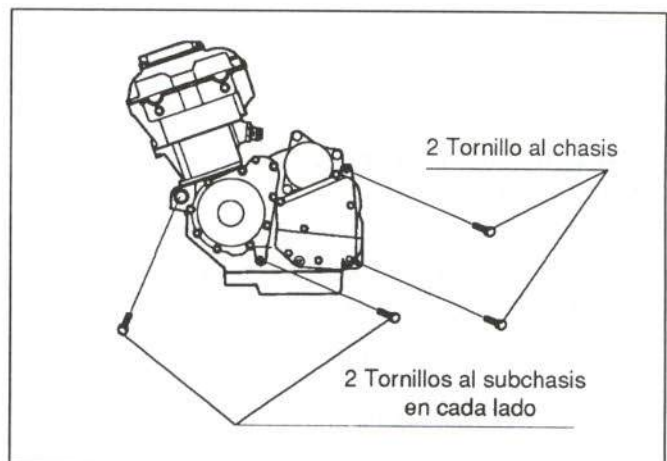

Figura 36.- Unión del motor
El motor va fijado de la forma que muestra la figura 36.
- Motor (figura 36)